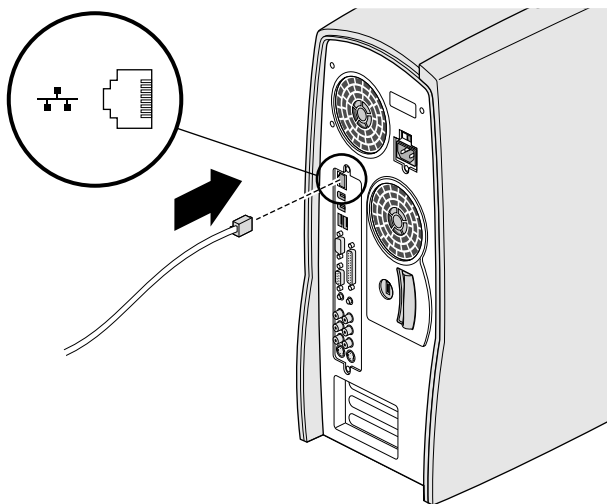

図 1-4 Ethernet ケーブルの接続
3. ネットワーク上にシステムをインストールする場合は、Ethernet ケーブルを壁の差し込み口から、システム背面の RJ45 コネクタに接続します (図 1-4)。